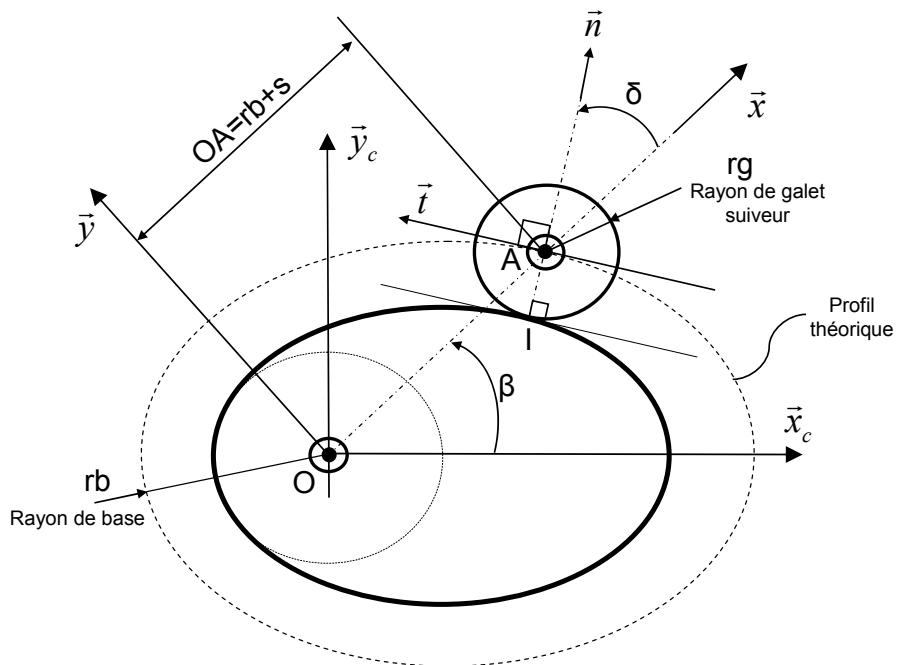

Figure 4 : rotation du galet autour de la came
3. En considérant le mouvement du galet autour de la came (voir figure 4), exprimer les coordonnées du point A (centre du galet suiveur) dans le repère  $R_c$  lié à la came, en fonction de  $r_b$ ,  $s$  et  $\beta$ .